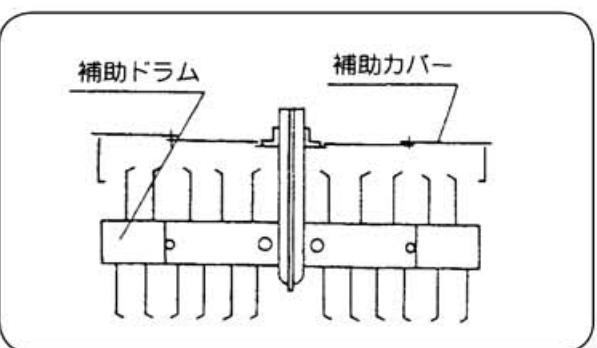

図 56
②補助ドラムをセットした場合は、刃の配列は図56のようにおこなってください。刃の配列によって、作業精度が異なってきます。
③補助ドラムをセットした場合は、それに合わせて補助力バーを取付け調整してください。